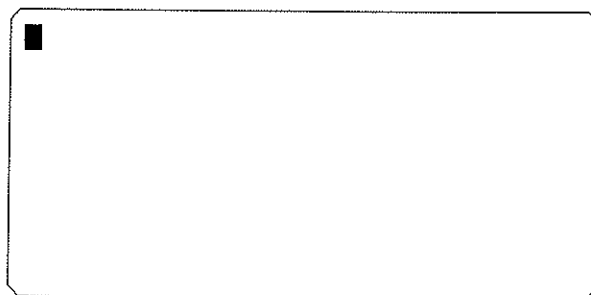

figure 5-15: L'écran de communication
- En appuyant [ENTER] le programme de communication commence ("Comms[C]" doit être accentué!). Ensuite l'écran de système apparaît comme dans la figure 5-15 et il est possible de communiquer avec l'ordinateur DGI.
communication apparaîtra comme dans la figure 5-15. Maintenant il est possible de communiquer avec l'ordinateur DGI.
- Sélectionnez à l'aide des flèches horizontales [→] & [←] l'application Comm[C] (qui est accentué) et appuyez sur [ENTER]. L'écran de communication apparaîtra comme dans la figure 5-15 et maintenant il est possible d'entrer en contact avec l'ordinateur DGI.